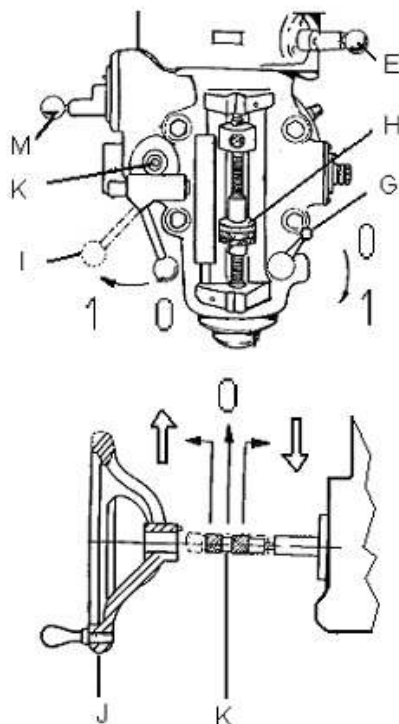

Рис. 9
- ходовой винт для перемещения стола по вертикали (C, Рис. 9).
Наполнить масленку (A, Рис.9) маслом.